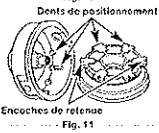

Fig. 11
6. Vérifiez l'état d'usure des dents de positionnement et des encoches de retenue (Fig. 11). Le cas échéant, enlevez les ébarbures ou remplacez le moulinet intérieur et la bobine extérieure.